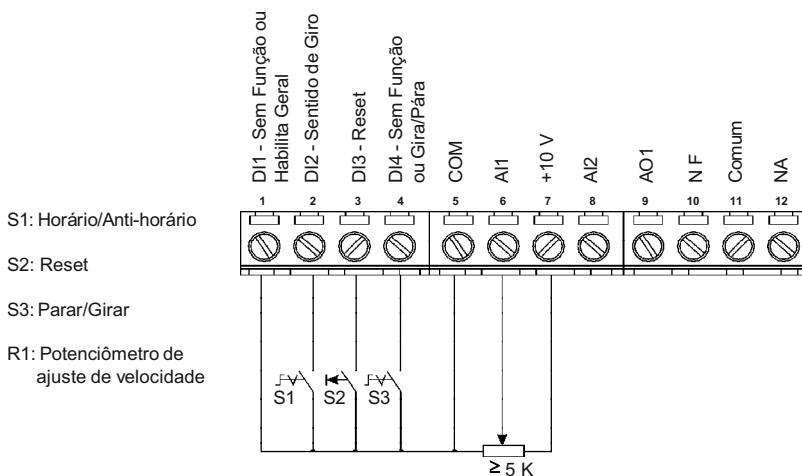

Figura 3.16 - Conexão do controle para acionamento 2
A figura 3.16 a seguir representa a conexão nos bornes do inversor para este tipo de acionamento.
- A referência de freqüência pode ser via entrada analógica AI1 (como mostrado na figura 3.16), via HMI-CFW08-P, ou qualquer outra fonte (consulte a descrição dos parâmetros P221 e P222).